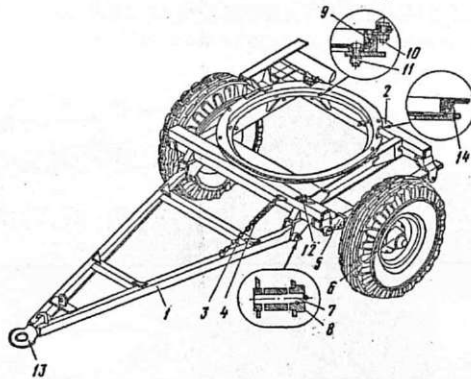

Рис.3. Тележка поворотная:
4.3. Тележка поворотная. (рис.3). Поворотная тележка состоит из рамы 2, поворотного круга 9, стопора поворотного устройства 12, дышла 1, пружины 4, оси передней с колесами и тормозами 6, передней подвески 5.
4.3.4. Дышло прицепа сварное, имеет вид жесткой треугольной рамы, состоящей из двух основных балок, соединенных между собой поперечинами. Сцепная петля 13 (см.рис.3) крепится к дышлу с помощью сварки.